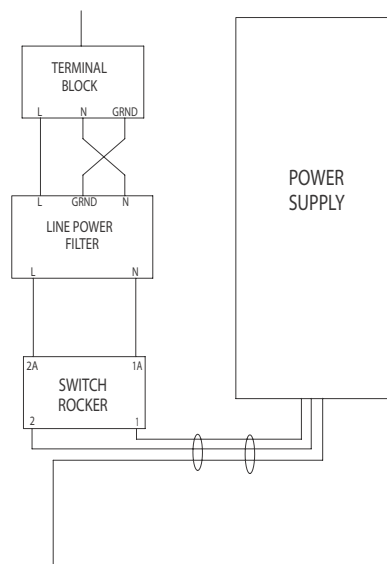

Рис. 10. Электросхема
2. Подсоедините силовой кабель к клеммной колодке (см. Рис. 10).